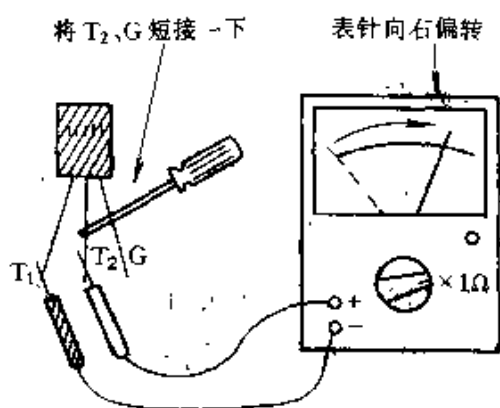

图 2-276
④ 检测双向晶闸管导通特性：万用表黑表笔接主电极 T_1 ，红表笔接主电极 T_2 ，表针指示应为无穷大。将控制极 G 与主电极 T_2 短接一下，表针应向右偏转并保持在十几欧姆处，如图 2-276 所示，否则说明晶闸管已损坏。